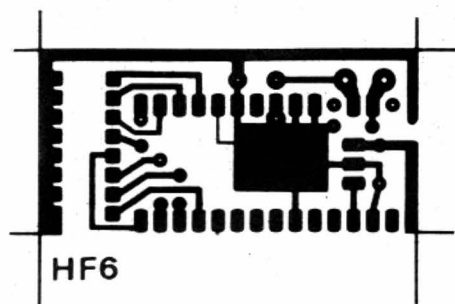

Fig. 12. - CI secondaire.
b) Le circuit secondaire (fig. 12)